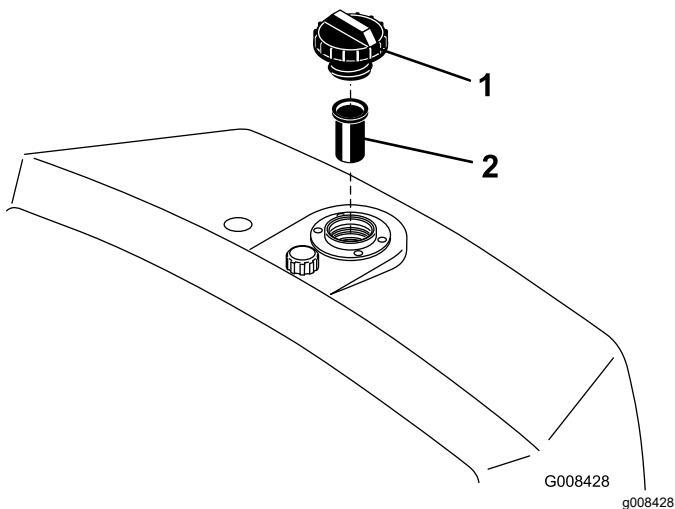

Figure 50
2. Retirez le bouchon du réservoir et vérifiez le niveau d'huile. L'huile doit arriver au bas de la crête dans le goulot de remplissage (Figure 50).